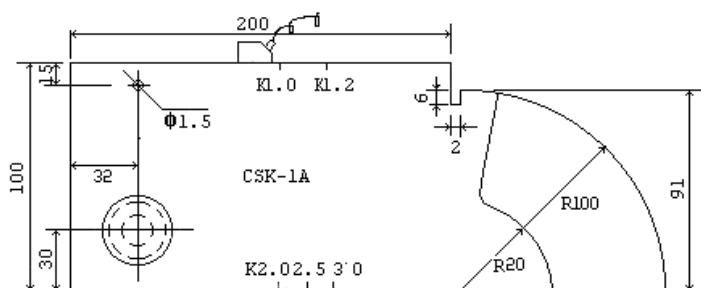
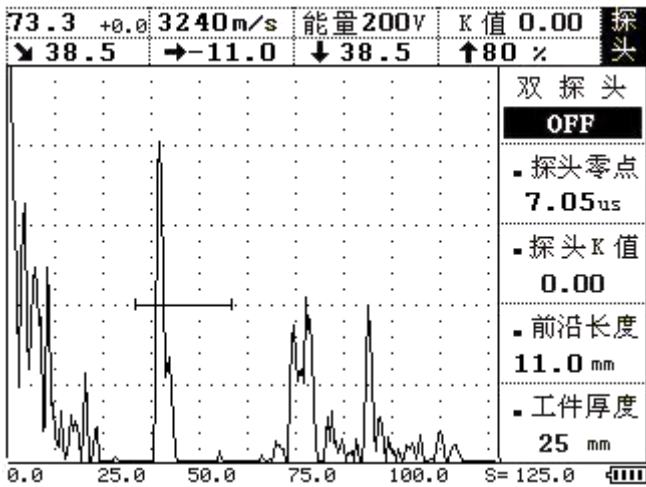
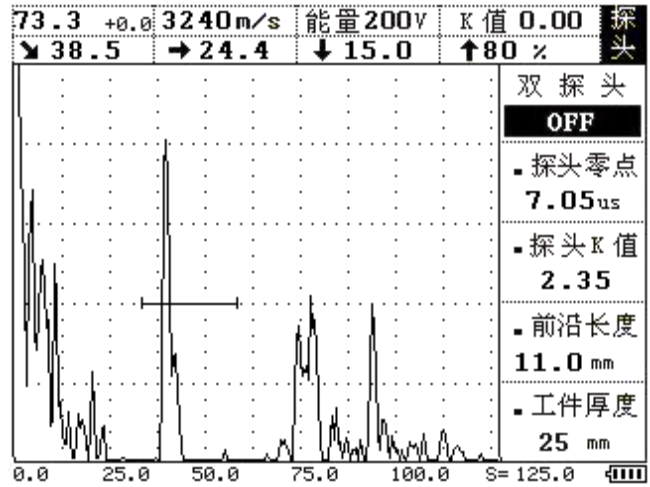

图 4-7
图 4-8
图 4-9
5、校准探头 K 值（角度）：将探头放在试块上并移动如图 4-7，使得 $\phi 1.5\text{mm}$ 的圆弧面的反射回波达到最高，在屏幕的右上显示垂直深度值，如这一数值不等于 15mm，如图 4-8，按 **探头** 键进入探头菜单，按 **▲**（上）或 **▼**（下）键调整到探头 K 值子菜单，再用 **◀**（左）或 **▶**（右）键调整，使数值等于 15mm。如图 4-9 所示此时探头 K 值校准完毕。